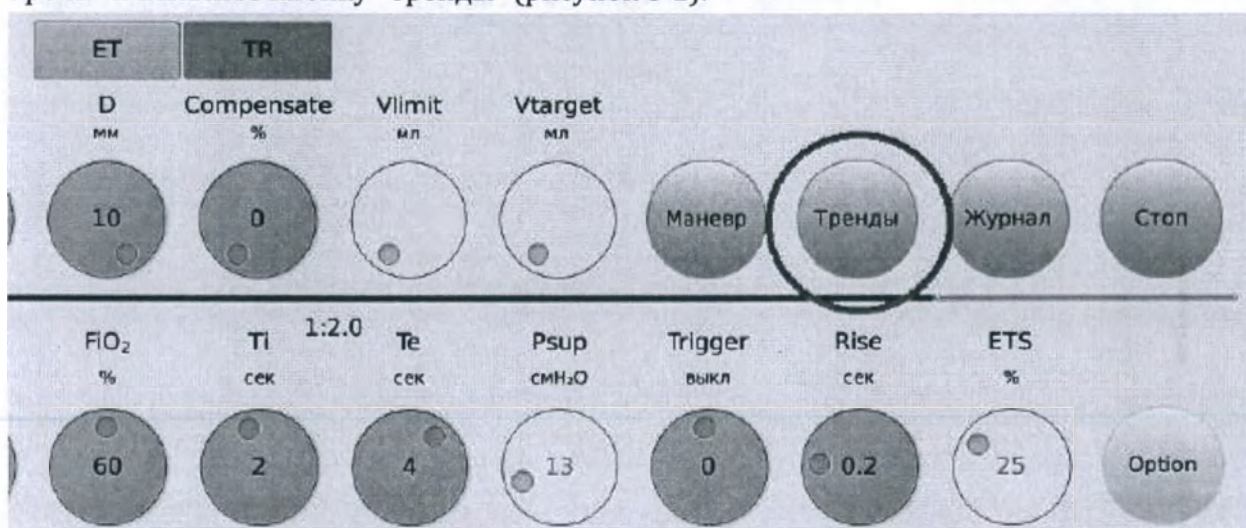

Рисунок 6-2. Кнопка "Тренды" на панели Дополнительных настроек
1. Для активации трендов откройте окно выбора дополнительных параметров кнопкой "Option" и нажмите кнопку "Тренды" (рисунок 6-2).